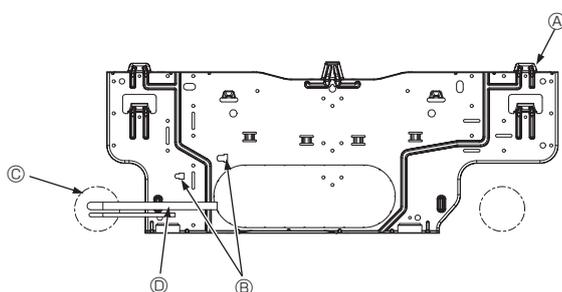

Fig. 3-5
- Ⓕ Placa de montaje ①
3.3. Cuando coloque los tubos en la pared (Fig. 3-5)
- Ⓐ Placa de montaje ①